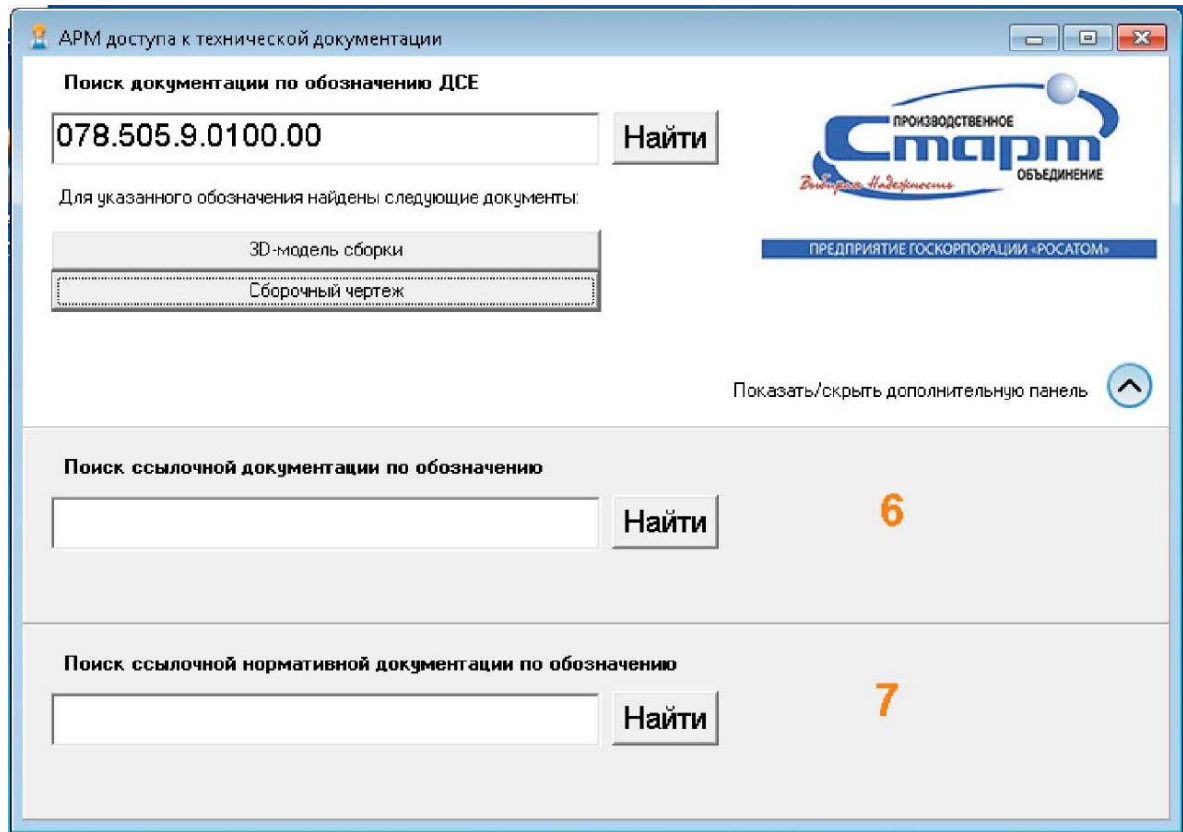

Рисунок 10 - Дополнительная панель поиска
5.4.3 Для поиска ссылочной документации необходимо ввести обозначение документа в поле «Поиск ссылочной документации» (поле 6 - см. рисунок 10).